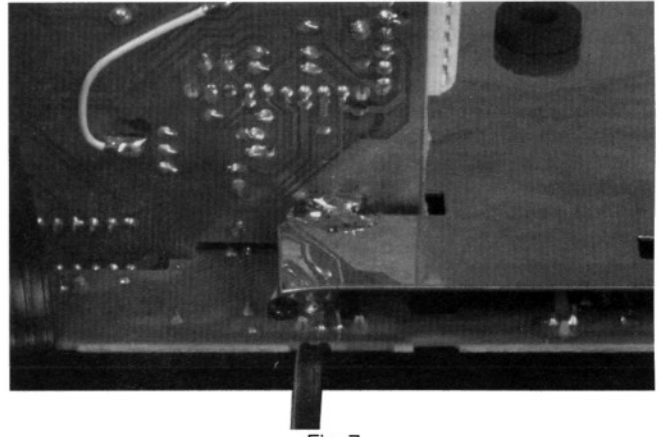
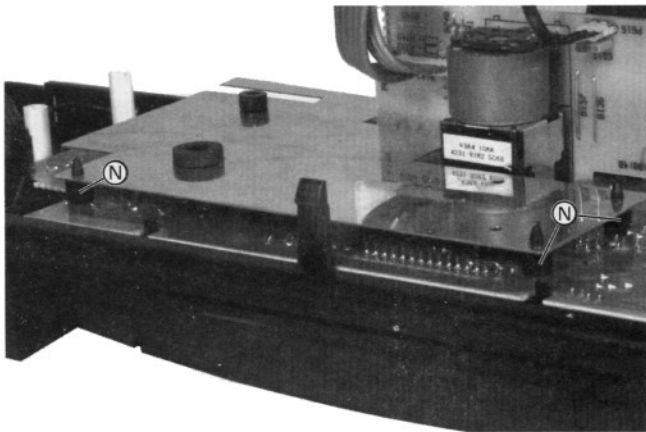

Fig. 7
Fig. 8
- Abschirmblech ablöten (Fig. 7). **Beim Zusammenbau darauf achten, daß das Blech wieder korrekt angelötet wird, und daß die Abstandshalter ƒ (Fig. 8) vorhanden sind!**
- Unsolder shielding (Fig. 7). **When assembling take care that the shielding is been soldered correct and that the spacing pieces ƒ (Fig. 8) are in place.**